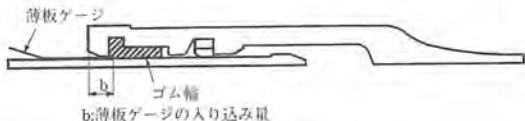

図19 ゴム輪の位置確認
- (1) 図19に示すように全周にわたって受口と挿し口のすき間に薄板ゲージを差し込み、その入り込み量(b)が最大寸法(c)より小さいことを確認する。全周にわたり(c)より小さければ、そのうち円周8ヶ所について入り込み量を測定し、チェックシートに記入する。
- (2) ゲージ入り込み量(b)が「5. ゴム輪のセット」で測定したゴム輪最頂部の最大寸法(c)以上の場合は、継手を解体して点検する。